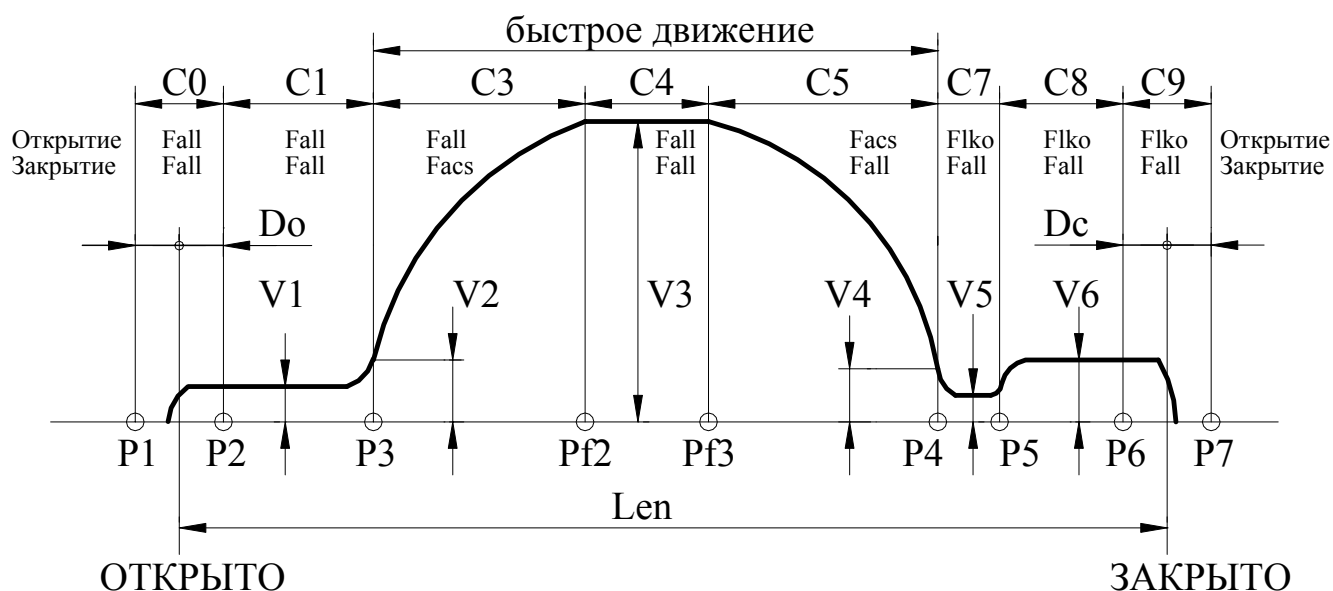

Рис.6. Траектория движения.
3.8.6.3. Одностороннее удержание положения реализуется автоматически после получения открытого состояния (замкнулся СК ВКО) с силой *Fарго*, причем точка удержания в зоне открытия равна $Xарго=Do+30-Dкееро$ (при полном открытии $Xарго=0$), где *DO* – ширина зоны *С0* (рис.6), т.е. точка удержания позиционируется относительно точки *DO* или начала зоны *С0*. При подходе к точке удержания сила и скорость уменьшаются.
3.8.7.4. *Устройство* обрабатывает траекторию движения, показанную на рис.6, справа налево. На рис.6 отображено также распределение сил на участках траектории при открытии.
- 3.8.8.4. *Устройство* обрабатывает траекторию движения, показанную на **рис.6**, слева направо. На **рис.6** отображено также распределение сил на участках траектории при закрытии.
- **E0L** – переезд зоны полного открытия (**С0**, **рис.6**) или полного закрытия (**С9**, **рис.6**). *Синхронизация* в этом случае выключается. Ошибка сбрасывается при смене кода направления вращения, но затем необходимо провести *синхронизацию* заново. При повторном неоднократном возникновении данной ошибки можно провести **измерение проема**, если затем эта ошибка все равно будет возникать, необходимо проверить механику привода.
3.9.1. Рис.6, на котором показана траектория движения, отслеживаемая Устройством, поясняет назначение многих параметров, рассмотренных ниже. На рис.6 отображено также распределение сил на участках траектории отдельно при открытии и при закрытии (при переходе в режим удержания устанавливается соответствующая сила удержания).
- 3.9.5.14. **Номер D** – C_vko (0-250, $l=Ks$ мм) – дополнительное смещение точки **P2(рис.6)** для расширения диапазона удержания сигнала ВКО.
- 3.9.5.15. **Номер E** – C_vkz (0-250, $l=Ks$ мм) – дополнительное смещение точки **P6(рис.6)** для расширения диапазона удержания сигнала ВКЗ.